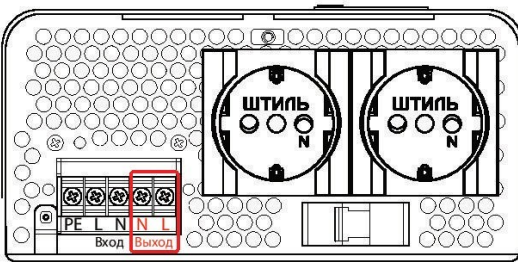

Рисунок 15. Стабилизаторы Штиль IS2500, IS3000 и IS3500. Выводы «Выход N-L»
9. Убедившись в отсутствии напряжения на выходе стабилизатора, подключить нагрузку. Подключение нагрузки осуществляется у моделей IS350, IS550, IS800, IS1000, IS1500 и IS2000 к розетке, у моделей IS2500, IS3000 и IS3500 к розеткам и к выводам «Выход N-L» (**рисунок 15**). Рекомендованное сечение кабеля для подключения нагрузки к выводам «Выход N-L» – 2,5 мм².